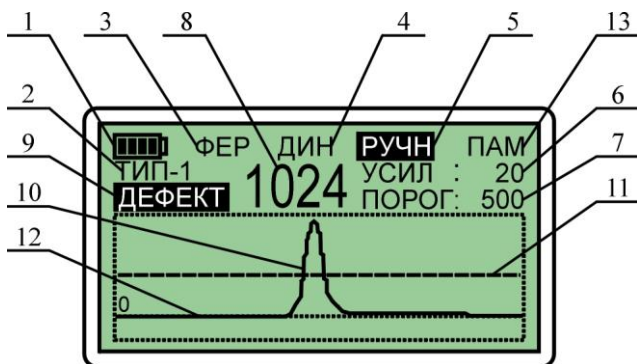

Рис. 5.1 Органы индикации дисплея
Расположение индикаторов на экране дисплея показано на рис. 5.1.
***Примечание.** Активный индикатор отображается светлыми буквами на темном фоне (рис. 5.1, поз. 5).*
Проверка уровня заряда аккумуляторов осуществляется по индикатору заряда (рис. 5.1, поз. 1). В случае разряда аккумуляторов индикатор начинает мигать. При этом аккумуляторы необходимо зарядить, используя зарядное устройство из комплекта поставки дефектоскопа или аналогичное.
6.2.1 Кнопками "↑", "↓" установить курсор на индикатор режима работы дефектоскопа (рис. 5.1, поз. 4).
6.3.1 Кнопками "↑", "↓" установить курсор на индикатор режима настройки дефектоскопа (рис. 5.1, поз. 5).
6.6.3 По окончании компенсации надпись "КОМПЕНСАЦИЯ" должна исчезнуть, а сигнал (рис. 5.1, поз. 10) на дисплее дефектоскопа должен располагаться около линии нулевого уровня (рис. 5.1, поз. 12).